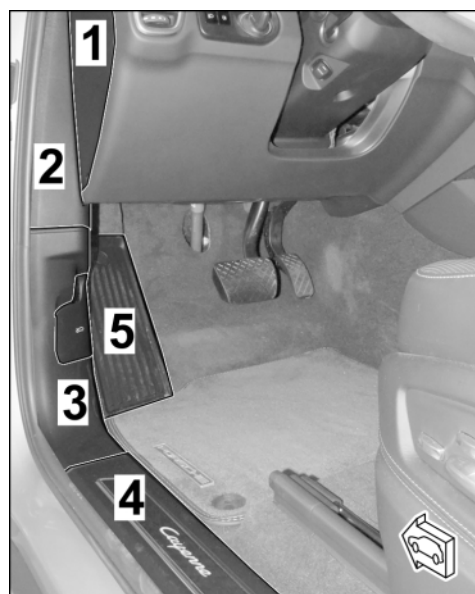

Bild 4 (LinksLenker)
1.4 Bereich A-Säule (links) frei legen (⇒ Bild 4 (LinksLenker))